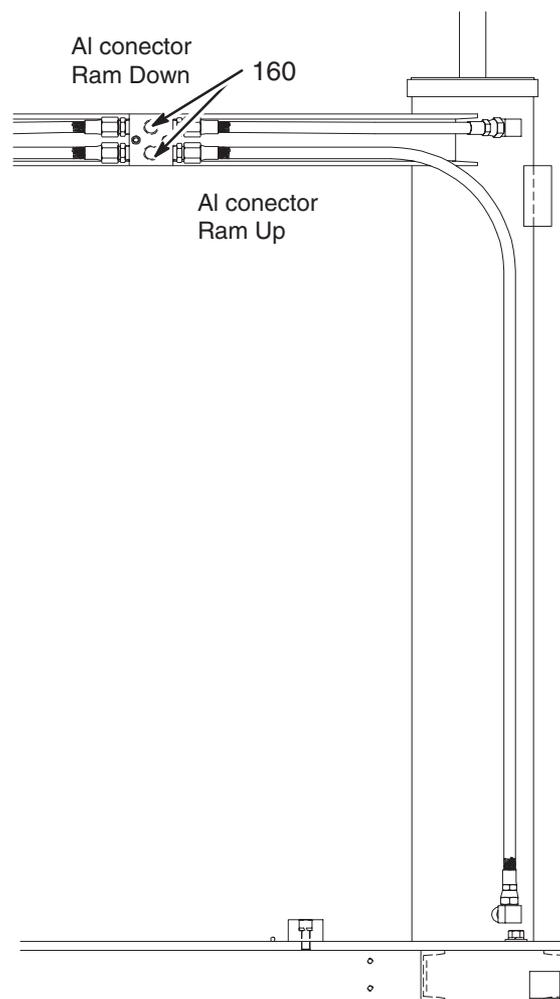
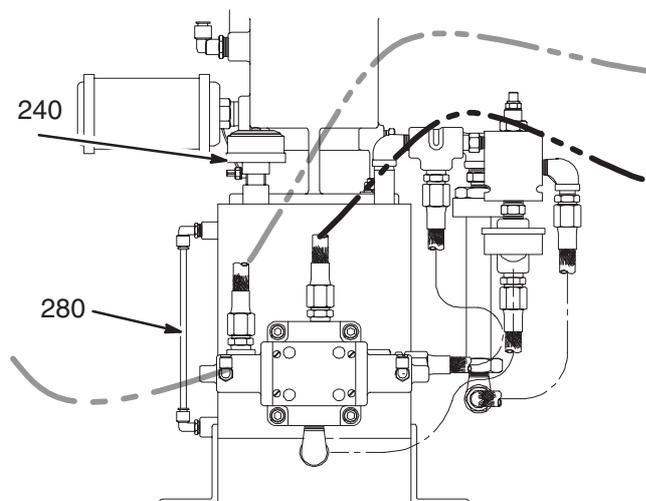

Fig. 25
Fig. 26
4. Tenga preparado un contenedor para recoger el líquido y afloje las líneas hidráulicas del colector del sistema hidráulico ((160) en la Fig. 25).
6. Conecte un sistema de suministro de aire regulado al orificio inferior (ram arriba) (160).
- a. Se han conectado bien las líneas hidráulicas al colector (160 en Fig. 25).
1. Asegúrese de que se han conectado de nuevo correctamente las líneas hidráulicas al colector (160 en Fig. 25).
2. Desmonte el tubo de ventilación (240) de la unidad de abastecimiento hidráulica.
4. Continúe elevando el “ram” observando a la vez el nivel en el medidor de nivel de fluido (Fig. 26).